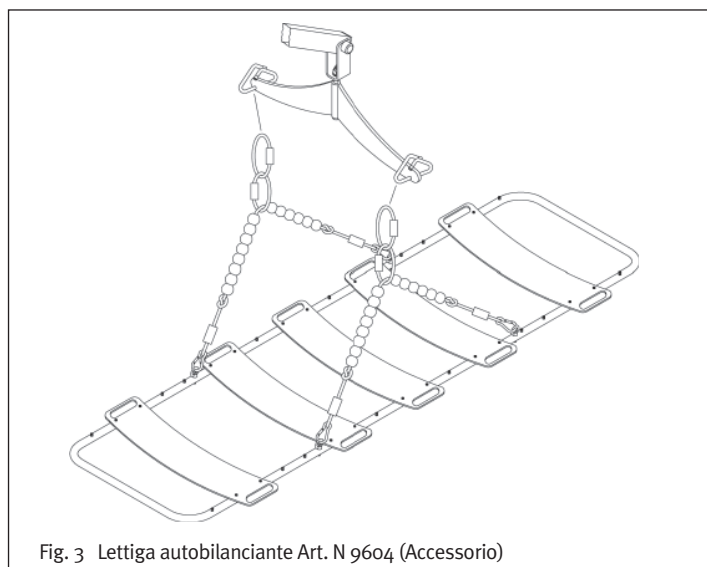

Fig. 3 Lettiga autobilanciante Art. N 9604 (Accessorio)
4.5 Utilizzo della lettiga autobilanciante Art. N 9604 (Fig.3 Par. 3.3)